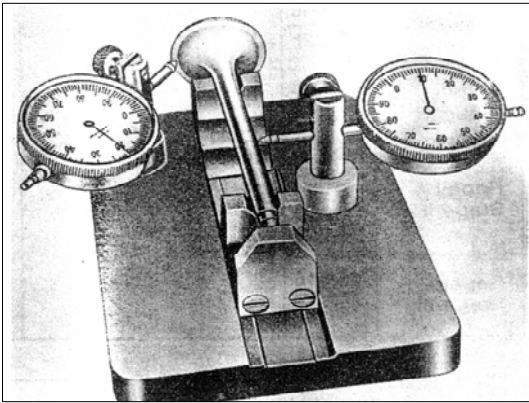

РИС. 85
- 3) Проверьте головку клапана и шток клапана на соосность, если износ превышает указанные пределы – замените клапан (рис. 85).